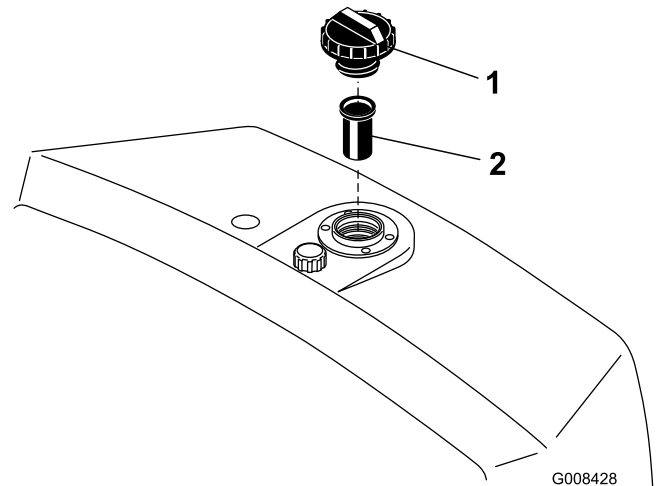

Figure 27
2. Retirez le bouchon du réservoir et vérifiez le niveau de liquide. L'huile doit arriver au bas de la crépine dans le goulot de remplissage (Figure 27).